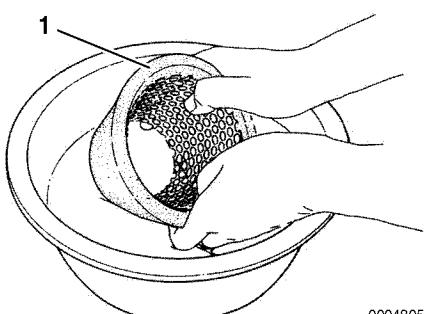

Figure 10
2. Retirez l'élément (**Figure 10, (1)**). Nettoyez l'élément et le boîtier avec un détergent neutre.